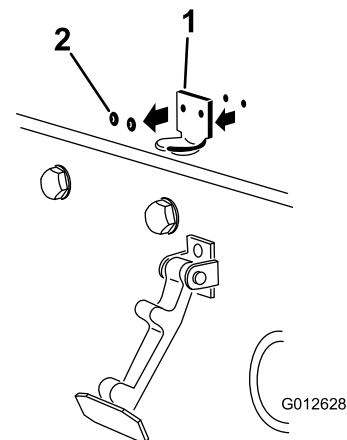

図 4
2. フードラッチブラケットをフードに固定しているリベット2本を外す 図 4。